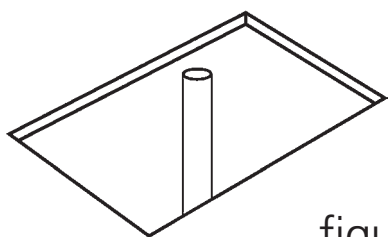

figure 8
3. Déterminer l'emplacement au sol du tuyau de vidange en prenant des mesures de l'emplacement du drain et de la vidange sous l'unité (figure 8).